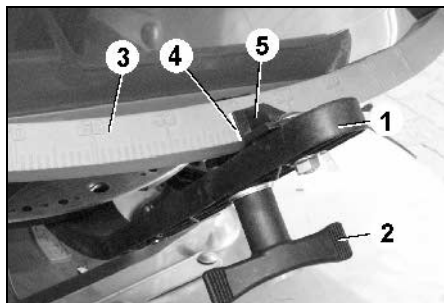

Fig. 29
Ställ in erforderlig **spjällinställning** efter önskad **utmatningsmängd** med de båda mängdinställningsspakarna (Fig. 29
- Lossa vingmuttrarna (Fig. 29/2).
- Ta fram inställningsvärdet ur tabellen (Fig. 29/3).
- Ställ avläsningskanten (Fig. 29/4) på inställningsspaken (/5) på skalvärdet.
- Dra åt vingmuttrarna (Fig. 29/2) ordentligt.